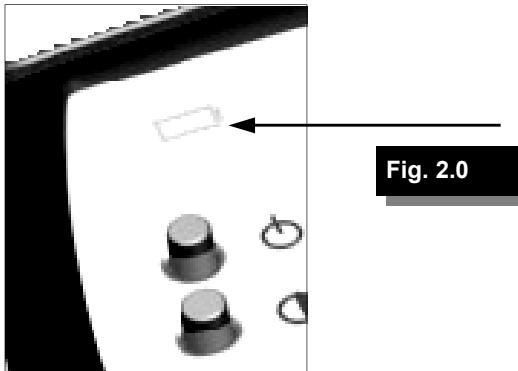

Fig. 2.0
- ☞ The “Charge” indication LED on the front panel will light up when the batteries are being charged (see fig.2.0)
- ☞ De “**Charge**” indicatie-LED vooraan het toestel gaat branden als de batterijen opladen (**Zie fig. 2.0**)
- ☞ L'indication LED “**Charge**” à l'avant de l'appareil s'allume lorsque le charge-ment des batteries est en cours. (**voir fig. 2.0**)
- ☞ Die “**Charge**”-LED-Anzeige vorne am Gerät leuchtet wenn die Batterien geladen werden (**siehe Abb. 2.0**)